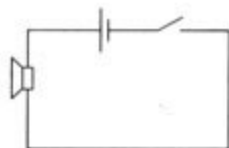

图 4-7 电铃装置示意图
5. 在图 4-7 所示装置基础上接入一个能启动开关的传感装置, 用以展示化学现象(如电离、反应热等)。